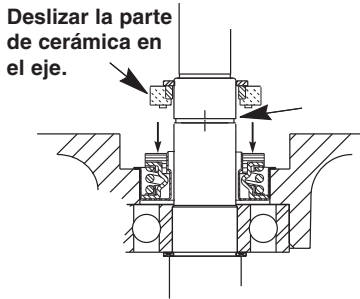

Figura 2
- Deslice la nueva mitad giratoria de la junta en el eje (Figura 2).